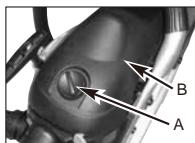

Fig. 18A
2. Fjern knappen (A), som holder luftfilterdækslet på plads, fjern topdækslet (B) ved at løsne skruerne. Dækslet tages af. (Fig. 18A)